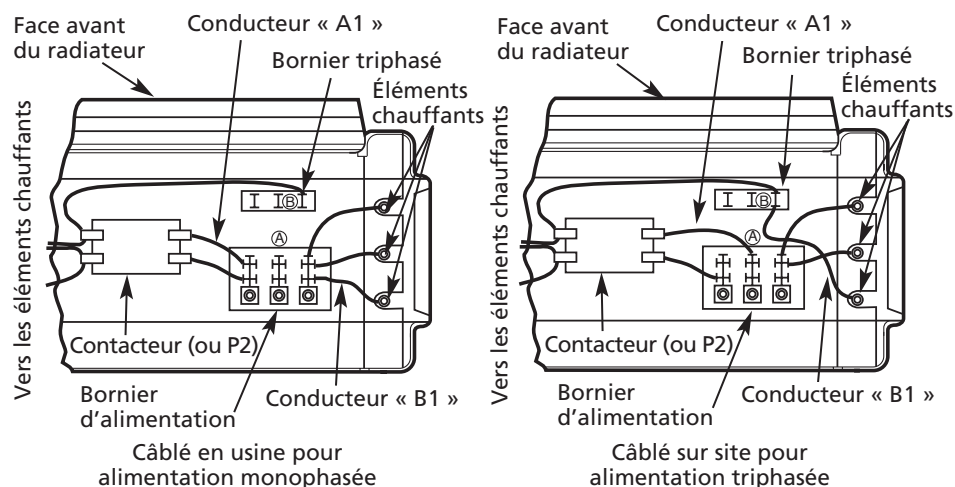

Figure 4a – Connexions de câblage pour alimentation monophasée et triphasée (804T16, 804T17, 804T20, 804T21)
- a. Des informations supplémentaires peuvent être trouvées en observant les schémas de câblage Figure 4a à travers 4b et en suivant les directives du paragraphe « Câblage de la commande ».
- b. Sur les modèles 804T16, 804T17, 804T20, 804T21, 804RZ6 et 804RZ7 (Figures 4a et 4b), déplacer seulement les deux fils marqués « A1 » et « B1 » ; ne déplacer ni changer aucun autre câblage. Le conducteur d'élément chauffant marqué « B1 », qui est câblé en usine au bornier d'alimentation doit être déplacé à la borne « B » du bornier triphasé.